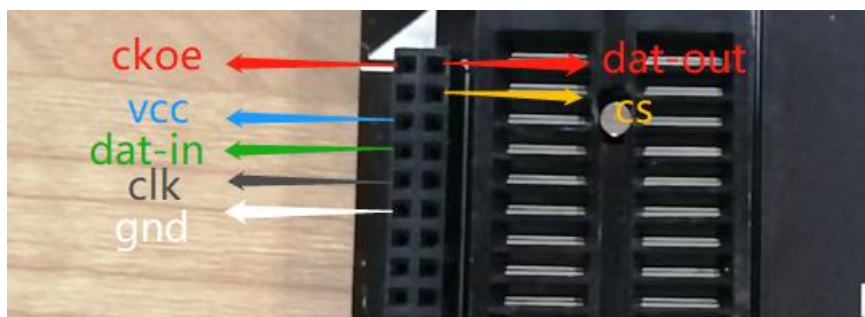

图 37. 锁紧座旁接线烧录
2.4.1.1: 锁紧座旁边接线; 按照下图 37 所示, 接到芯片的对应烧录引脚进行烧录。